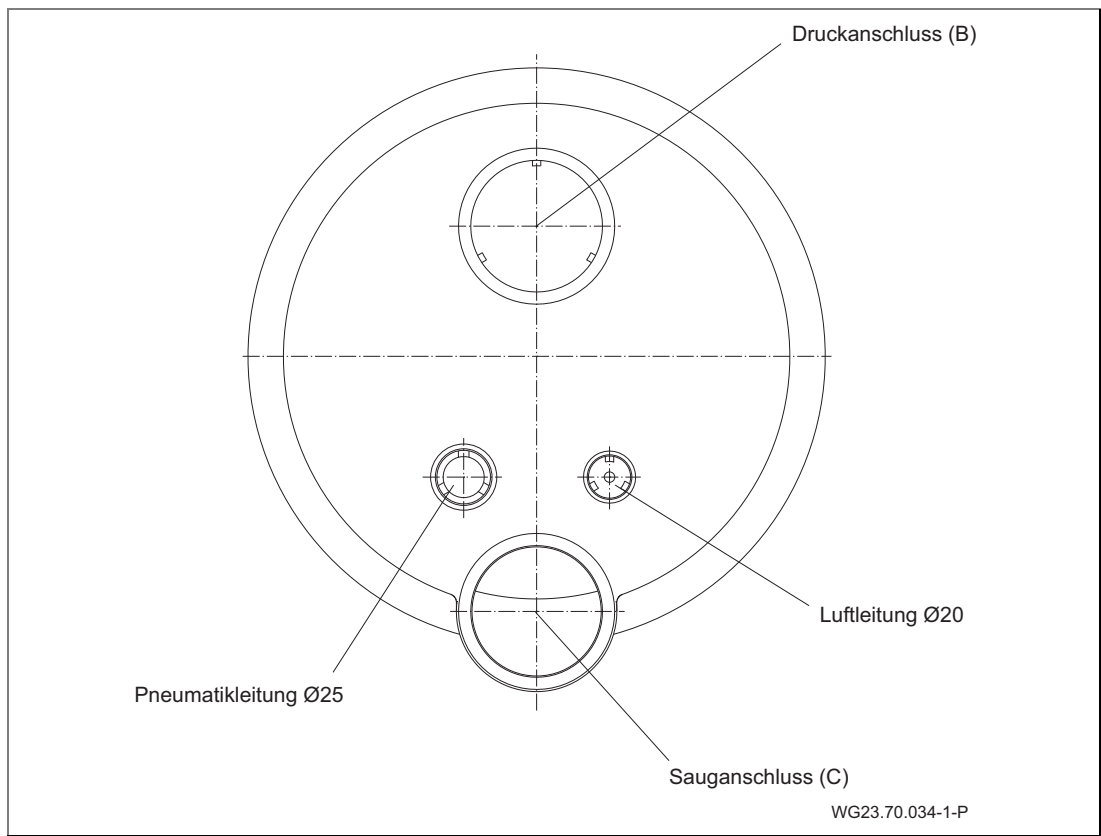
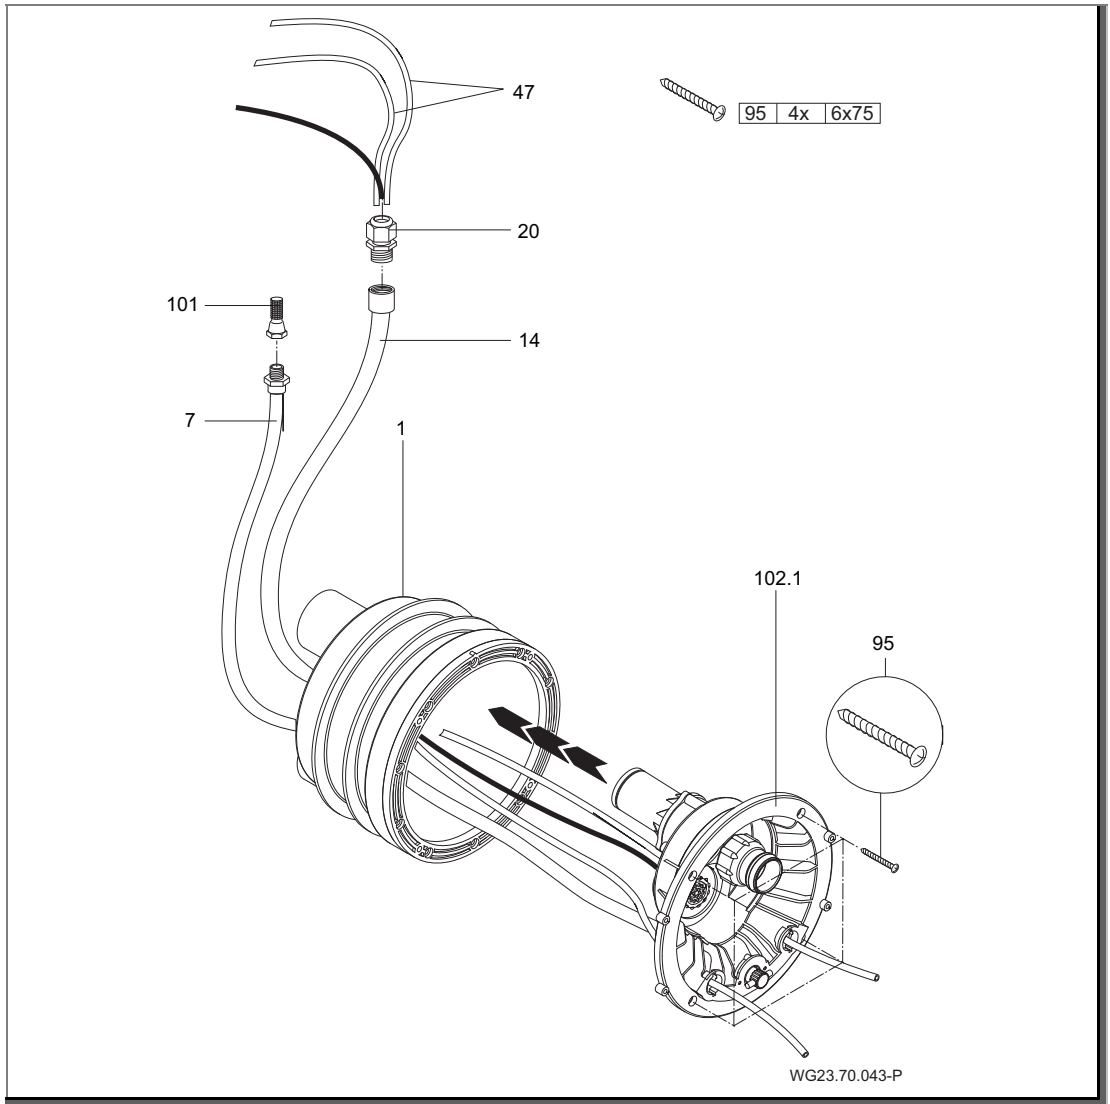

Abb. 15
Abb. 16
1. Einkleben des Kabelschutzschlauches und des Luftleitungsschlauches. (Abb. 15)
2. Düsengehäuse (102.1) am Einbaugeschäuse (1) ansetzen.
3. Pneumatikschläuche und Kabel des Scheinwerfers durch den Schutzschlauch (14) führen und mit der Kabelverschraubung (20) abdichten.
4. Luftleitung mit der Klemme (8) am werkseitig montierten Luftregler (21) befestigen.
5. Düsengehäuse (102.1) mit vier Schneidschrauben (95) am Einbaugeschäuse (1) befestigen. (Abb. 16)